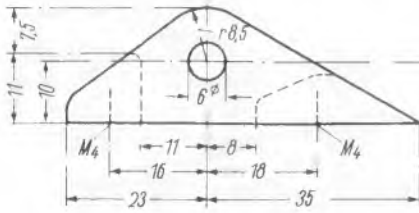
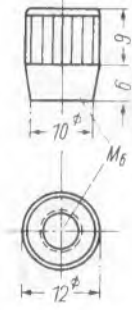

Bild 11. Lagerteil für die Mikrofonkapsel
Bild 14. Rändelmutter zur Feststellung des Kopfes (2 Stück)
Den Halter des Kopfes fertigen wir nach Bild 10 an. Das Gehäuse des Verstärkers besteht aus Deckel, Rohr und Boden. Wir verwenden Rohr von 70 mm Außendurchmesser und 1 mm Wandstärke. Die Länge richtet sich nach der zur Anwendung kommenden Röhre. Bei dem Muster ist das Rohr 80 mm lang, so daß sich auch eine Stahlröhre darin unterbringen läßt. Der Deckel besteht aus zwei Teilen nach Bild 11 und 12. Der Bolzen nach Bild 13 wird im Mikrofonhalter durch eine Schraube gegen Verdrehen gesichert. Die Feststellung des Kopfes erfolgt durch Rändelmutter nach Bild 14 und zwei federnde Scheiben (keine Zahnscheiben).
- 1 Kopfhalterunterteil Bild 11
- 1 oberer Deckel Bild 14